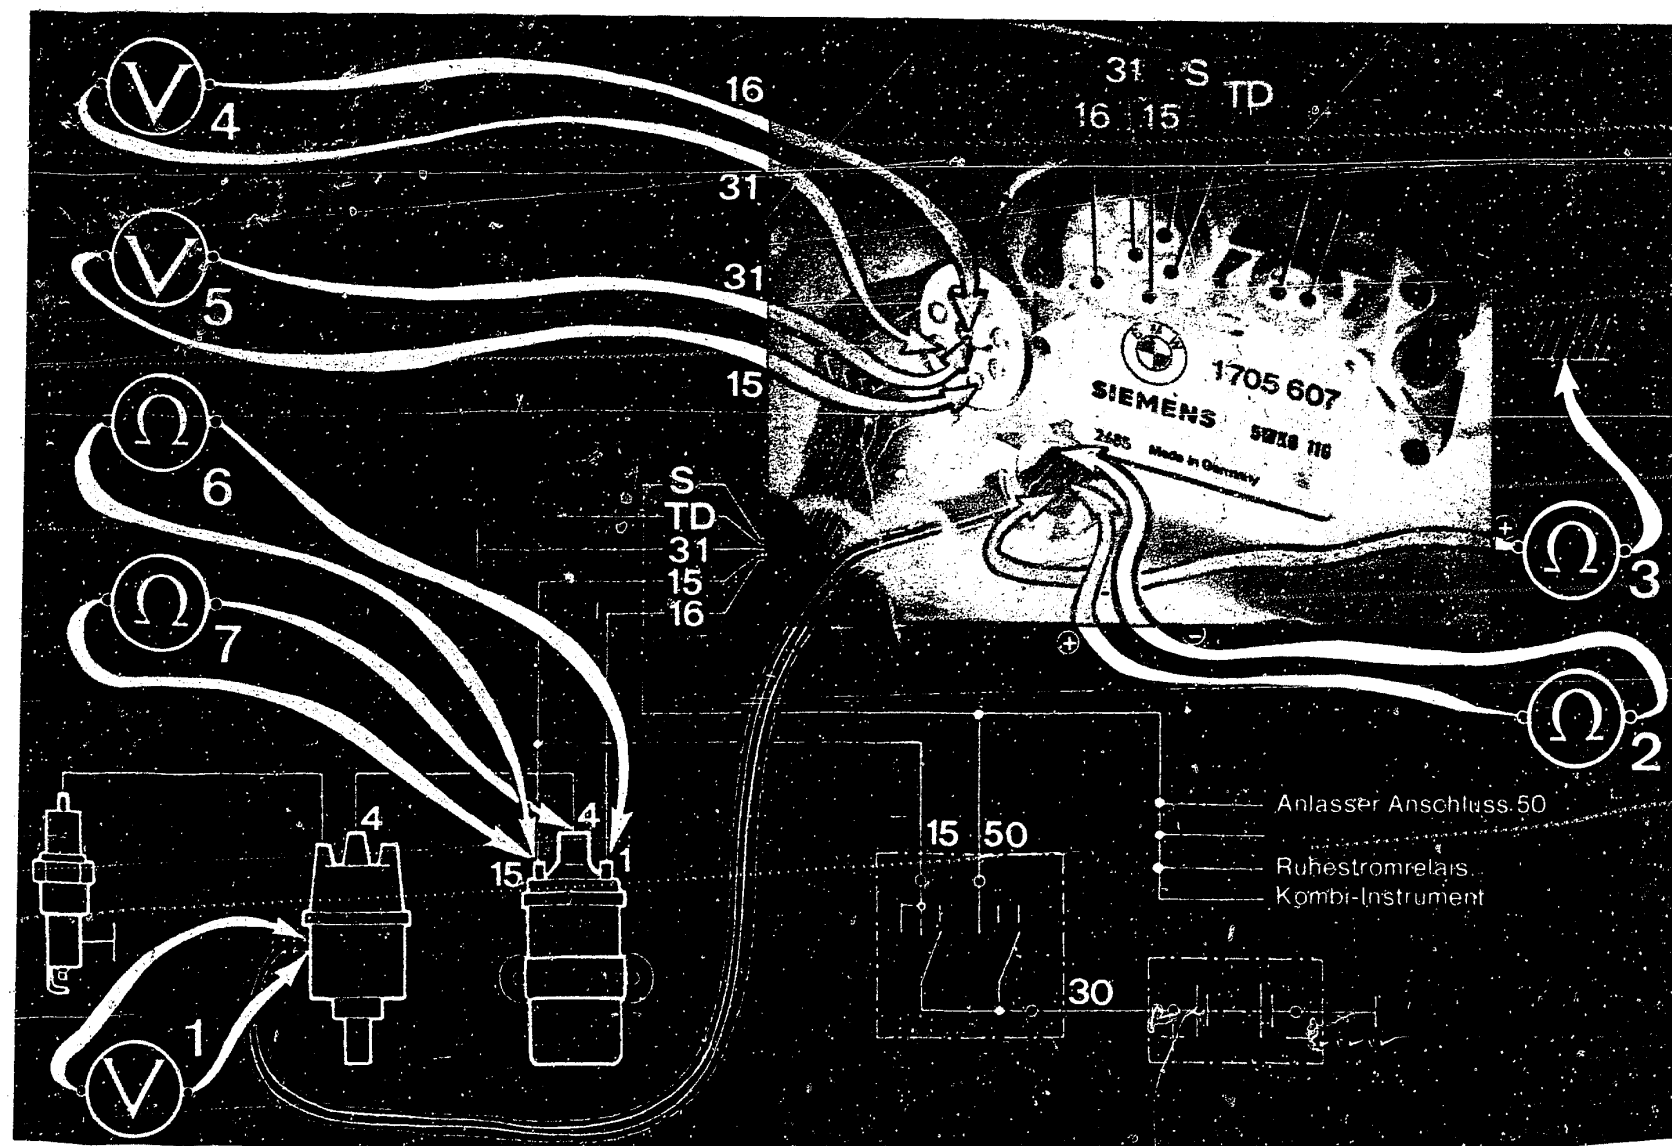

Bild 27 Prüfen der Zündanlage mit einem Ohm- und Voltmeter. Das Steuergerät kann von Telefunken oder Siemens sein.
4.1 Prüfen der Zündanlage (Bild 27)
Die Zündung kann mit einem Volt- und Ohmmeter ausgemessen werden. Die Messungen sind in Bild 27 dargestellt.